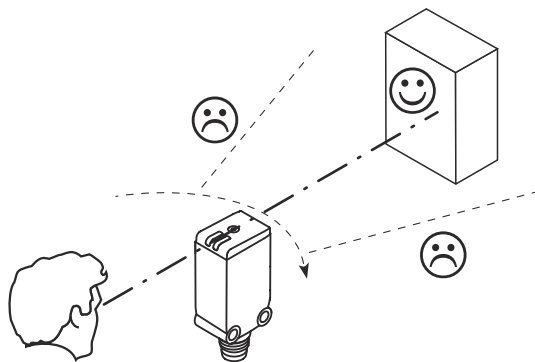

Рисунок 3: Юстировка датчика
3. Отрегулируйте взаимное расположение датчика и объекта. Выберите такое расположение, чтобы излучаемый красный луч попадал в центр объекта. Следует убедиться в том, что оптическое отверстие (передний экран) датчика полностью чистое. см. рисунок 3, страница 172.